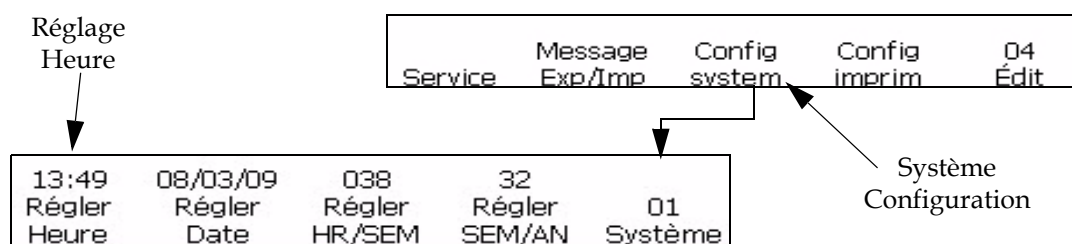

Figure 4-20: Fenêtre <01 Système>
- 1 Naviguez jusqu'à la Fenêtre <01 Système > (01 Editer > 02 Editer > 03 Editer > 04 Editer - Config. système > 01 Système). Voir Figure 4-20 à la page 4-21.